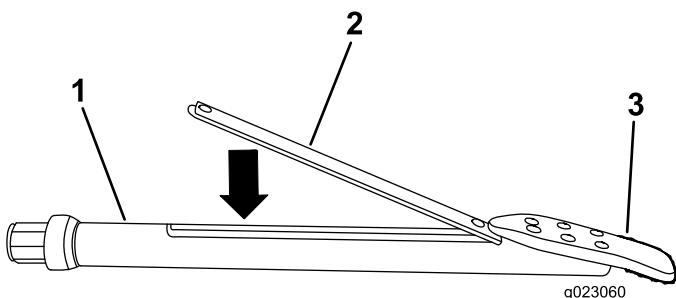

Figura 83
3. Introduzca la sonda transmisora en el portasonda con el extremo delantero hacia la broca (Figura 83).